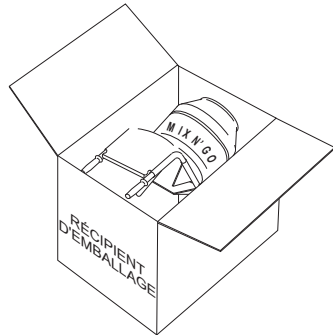

Figure 6. Emballage
1. Retirez le tambour du mélangeur et les composantes associées de leur emballage (Figure 6). Assurez-vous que les composantes correspondent à la liste des pièces.